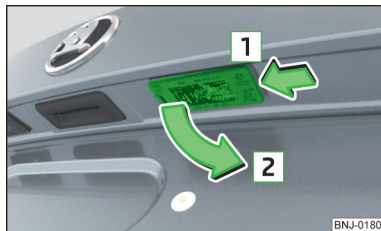

Abb. 216
- › Die Leuchte in Pfeilrichtung **[1]** » Abb. 216 eindrücken, bis diese gelöst ist.